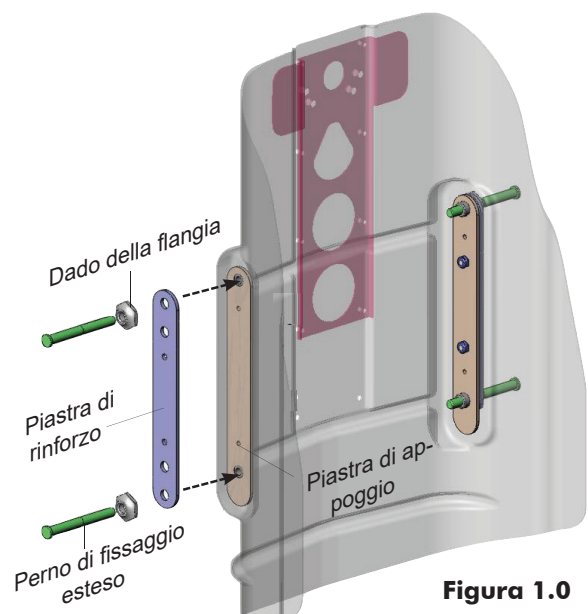

Figura 1.0
2. Rimuovere i perni di fissaggio originali (4) e i loro dadi flange corrispondenti dal guscio dello schienale MaTRx-PB.
3. Lavorando su un lato dello schienale, posizionare/allineare la piastra di rinforzo (*in dotazione*) sulla parte esterna del guscio posteriore, come indicato in **Figura 1.0**, e installare manualmente il nuovo EMP e i dadi della flangia per mantenere la piastra di rinforzo in posizione.